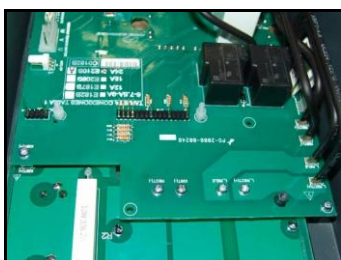

Figura 7.1.13
- 3) Retirar los 6 tornillos **M3X6**. ver figura 7.1.13
- 2) Encarar la tarjeta en la posición adecuada (Ver figura 7.1.13)